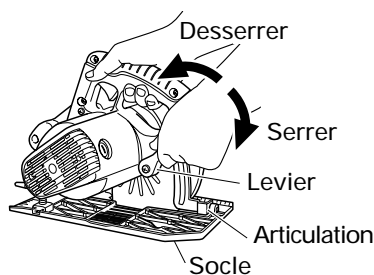
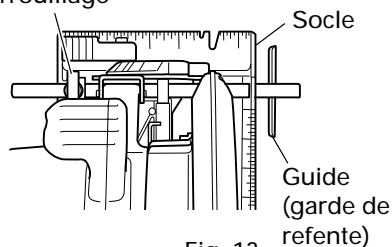

Fig. 10
Fig. 13
7. Vérifier si les leviers (A) sont bien serrés.
Si le levier (A) de réglage de la profondeur de coupe (Fig. 10) et le levier (A) de réglage de l'angle de biseau (Fig. 13) sont desserrés, cela risque d'entraîner des blessures. Bien s'assurer qu'ils sont serrés à fond.
#### 1. Réglage de la profondeur de coupe (Fig. 10)
Il est possible de régler la position de coupe en déplaçant le guide vers la gauche ou vers la droite après avoir desserré son boulon à ailettes. Le guide pourra être monté sur le côté droit ou sur le côté gauche de l'outil. (Voir Fig. 13)